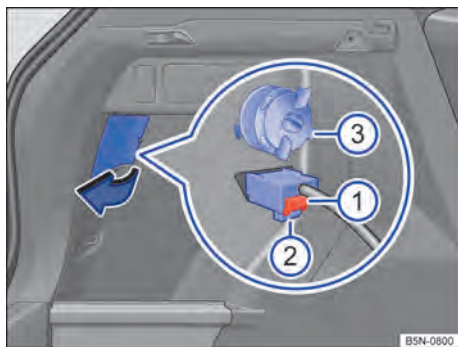

Fig. 200 Lateralmente no compartimento de bagagem: remover a lanterna traseira.
Abrir o corte do revestimento lateral do compartimento de bagagem na área da lanterna traseira no sentido da seta → Fig. 200.
3. Pressionar o bloqueio vermelho → Fig. 200 ① do conector e retirar o conector → Fig. 200 ②. Se necessário, utilizar a chave de fenda das ferramentas de bordo para soltar o bloqueio vermelho.
5. Destruavar o parafuso de fixação no sentido anti-horário → Fig. 200 ③.
12. Segurar a lanterna traseira na posição de instalação com uma das mãos e apertar o parafuso de fixação com a outra mão → Fig. 200 ③.